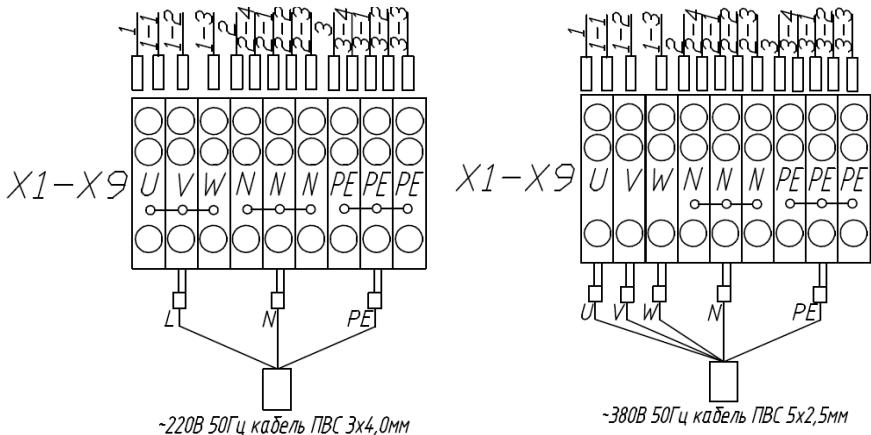

Рис.2 Подключение к
4.4. В состоянии поставки станция подготовлена для подключения к однофазной сети 220В (см.рис.2). Для подключения к трехфазной сети 380В необходимо предварительно снять перемычку с клемм для подключения фазных проводов (см.рис.3)